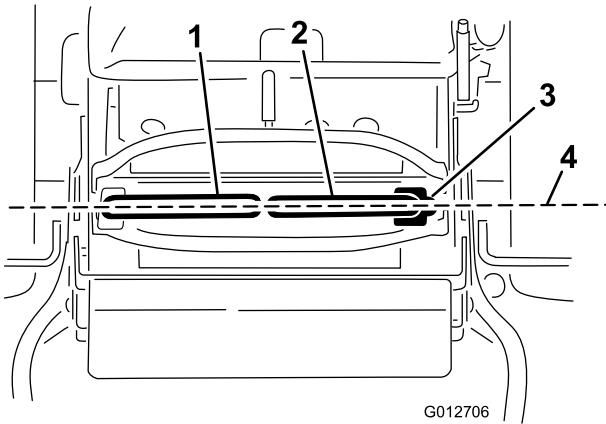

図 72
重要 コントロール・レバーの調整が終わったらあとは、試運転を行なって走行状態を確認してください。コントロール・レバーの前後整列調整も、同じ手順で行ないます（図 72）。
1. 水平調整が終わったら、両方のコントロール・レバーを前方に少し押して各リンクの遊びをなくし、その状態で両レバーが前後に揃っているかどうかを点検する（図 72）。